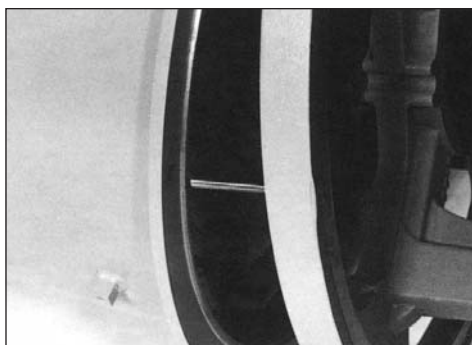

Figura 6-52
1. Instale dos pasadores guía (se puede usar una barra con rosca) dentro del lado del generador en los agujeros del montaje del soporte final. Alinee los pasadores guía con los agujeros del armazón del generador y deslice la abrazadera hacia el armazón (figura 6-52). Instale los tornillos de casquete del montaje del soporte (figura 6-53).